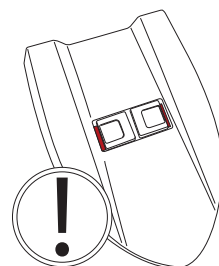

Fig.20
- 2つのスライディングリリースキャッチが外側に飛び出て汚水タンクの上部とかみ合う(係合する)のにちょうどいいくらいの力で、蓋に下向きの圧力をかけます(図20)。
ふたは正しく取り付けられているとき、2つのキャッチのくぼみにある赤い背景は見えませんが(図20)。